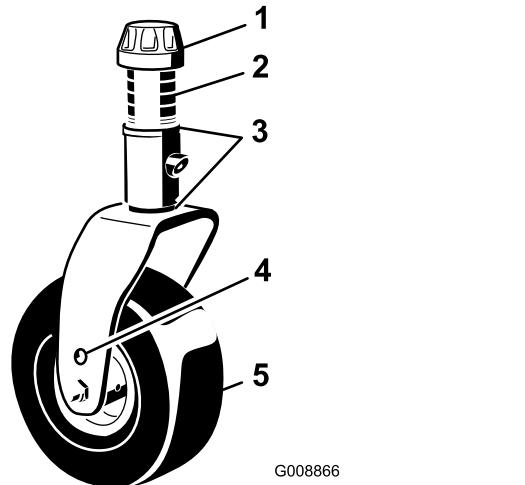

Figura 5
2. Coloque os eixos da roda giratória nos mesmos orifícios, em ambas as forquilhas da roda giratória. Consulte Figura 5 para determinar os orifícios corretos para a configuração.
- Retire a tampa de tensionamento do eixo roscado e desloque o fuso (Figura 5) para fora do braço da roda giratória. Coloque os dois calços (3 mm) no eixo, tal como se encontravam originalmente. Estes calços são necessários para atingir a mesma altura ao longo de toda a largura das unidades de corte. Desloque um número apropriado de cunhas de 13 mm para o eixo para obter a altura de corte desejada; em seguida, desloque a arruela para o eixo.